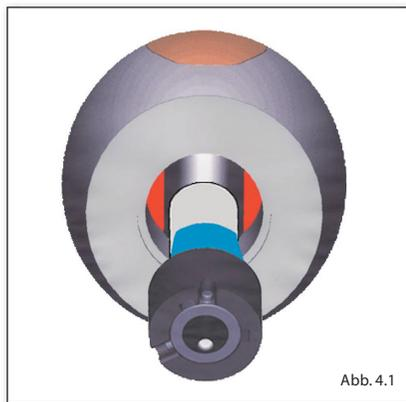

Abb. 4.1
Take the new bulb and push this along the retaining slots into the frame. Rotate the bulb in such a way that both locking pins of the bulb holder sink into the retaining slots of the frame. Make sure that you do not touch the glass of the bulb with your bare fingers, or else wipe this with a clean cloth. Pick up the turn indicator housing and hold this with the thread opening facing upward. Rotate the frame and the bulb in such a way that the two orientation bars (marked in blue in Figure 4.1) of the frame are visible between the crescent shaped contact surfaces of the guiding channels in the turn indicator housing (marked in red in the Figure). Let the frame and bulb slide downward into the tapped hole. Take hold of the multi-functional part (4) and screw in the turn indicator housing carefully with your hand. If the multi-functional part cannot be screwed in, the frame is not correctly aligned in the turn indicator housing. In this case, align the frame and bulb again. Rotate the turn indicator housing again as described above on the multi-functional part. If the thread plate locks precisely with the turn indicator housing, use a 10 mm slim spanner on the flats of the multi-functional part and bolt the multi-functional part on. Then push the turn indicator into the handlebar up to the halfway point of the rubber attachment and proceed as described in Chap. 3.4. Do not forget to lock and adjust the accuracy of the turn indicator.
Nehmen Sie jetzt die neue Lampe und schieben Sie diese von der Seite mit den Haltenuten durch die Fassung. Drehen Sie die Lampe so, dass beide Haltestifte des Lampensockels in den Haltenuten der Fassung versinken. Achten Sie darauf, dass Sie nicht mit bloßen Fingern den Glaskolben der Lampe anfassen oder wischen Sie diesen mit einem sauberen Tuch wieder ab. Nehmen Sie nun das Blinkergehäuse und halten Sie es mit der Gewindeöffnung nach oben. Drehen Sie die Fassung mit der Lampe so, dass die beiden Ausrichtestege (in Abb. 4.1 blau) der Fassung zwischen den im Blinkergehäuse sichtbaren halbmondförmigen Anlageflächen (in der Abbildung rot) hindurchgleiten können. Lassen Sie die Fassung mit dem Lampenglas nach unten in die Gewindebohrung gleiten. Nehmen Sie jetzt das Multifunktionssteil (4) und drehen Sie das Blinkergehäuse mit der Hand vorsichtig auf dieses auf. Wenn sich das Multifunktionssteil nicht einschrauben läßt, ist die Fassung nicht richtig im Blinkergehäuse ausgerichtet. Richten Sie in diesem Fall die Fassung mit Lampe neu aus. Drehen Sie das Blinkergehäuse wieder, wie oben beschrieben, auf das Multifunktionssteil. Wenn der Gewindeteller bündig mit dem Blinkergehäuse abschließt, setzen Sie einen 10 mm Maulschlüssel an den Schlüsselflächen des Multifunktionssteiles an und schrauben das Multifunktionssteil fest. Schieben Sie jetzt den Blinker wieder bis zur Hälfte des Befestigungsgummis in den Lenker und verfahren Sie weiter, wie in Kap. 3.4 beschrieben. Vergessen Sie nicht die abschließende, exakte Ausrichtung des Blinkers.